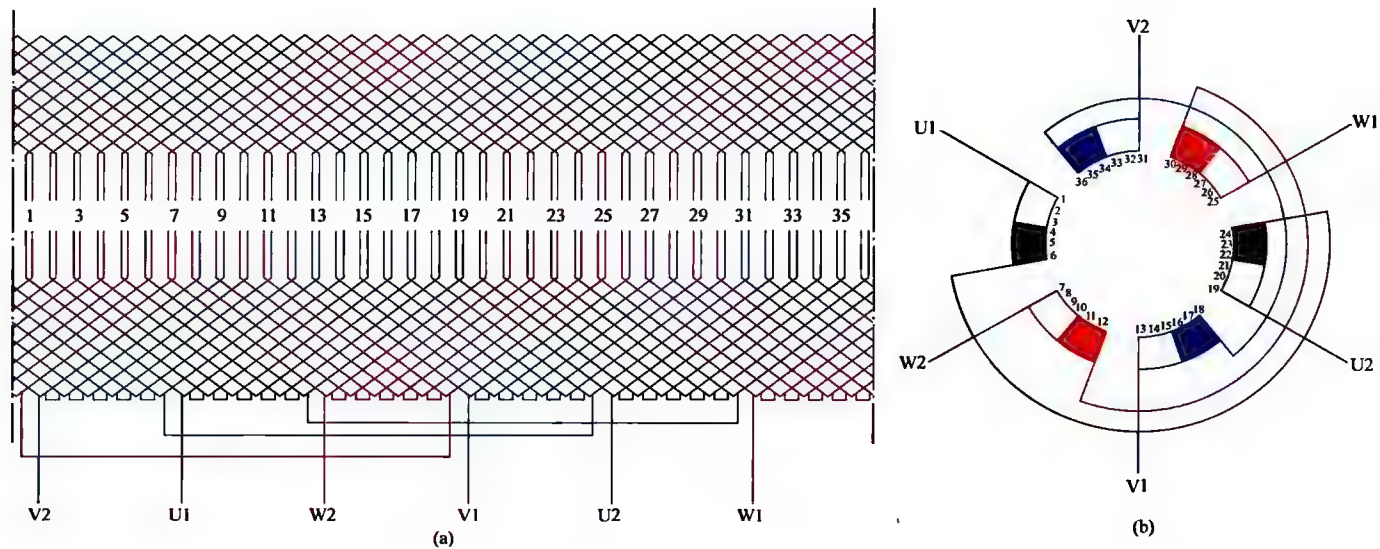

图 1-14 三相 2 极 36 槽双层叠绕组 1 路接法
14. 三相 2 极 36 槽双层叠绕组 1 路接法展开图与接线圆图 (见图 1-14)